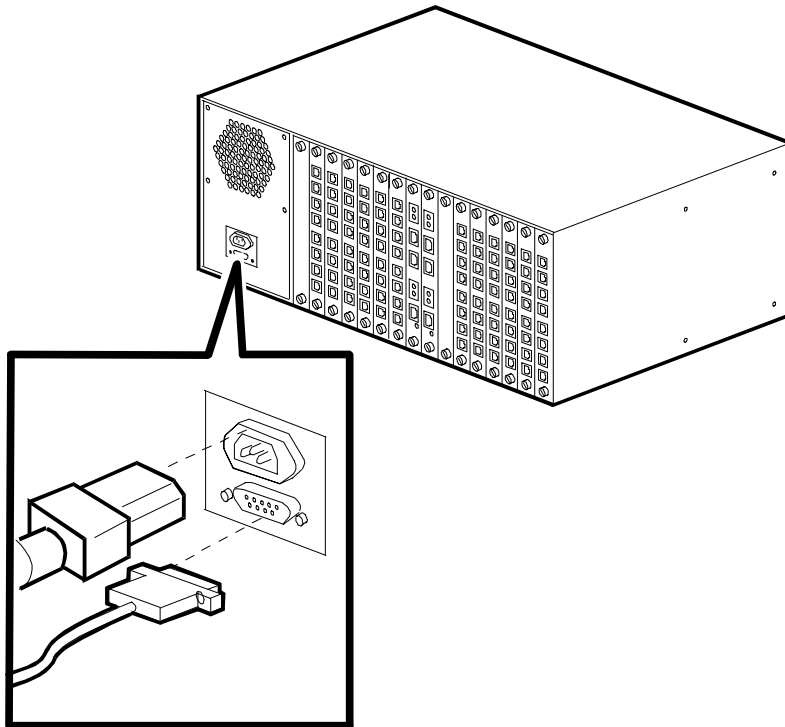

Figura 2-13. Conecte los cables de alimentación y de administración de red
1. Enchufe el extremo hembra del cable de alimentación en el receptáculo de la parte posterior de la fuente de alimentación. Consulte la Figura 2-13.
3. Si está conectando un módem o PC local al chasis para la administración de red, enchufe un conector DB9 de un cable en serie de administración de red (Compaq suministra con el chasis un cable serie DB9 a DB9) con su conector, situado en la parte posterior de la fuente de alimentación. Consulte la Figura 2-13.